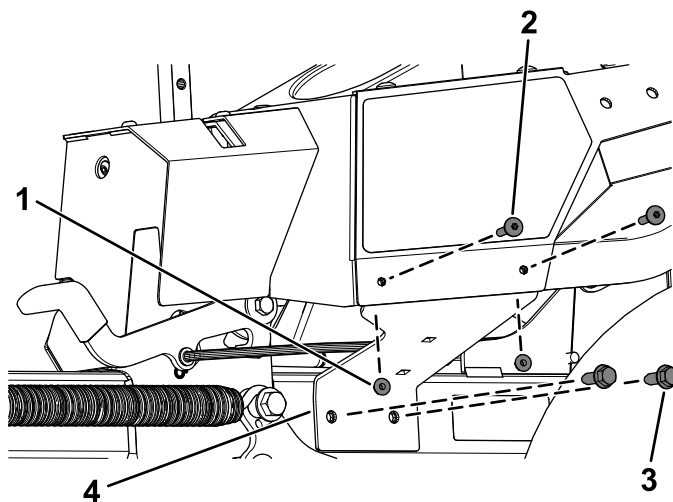

Figura 8
B. Fissate la staffa di supporto del vano contenitore sinistro con le 2 nuove viti autofilettanti ($\frac{3}{8}$ " x 1") e le 2 viti Torx precedentemente rimosse ($\frac{1}{4}$ " x $1-5/16$ ") e i 2 dadi di bloccaggio ($\frac{1}{4}$ ") come mostrato nella Figura 8.